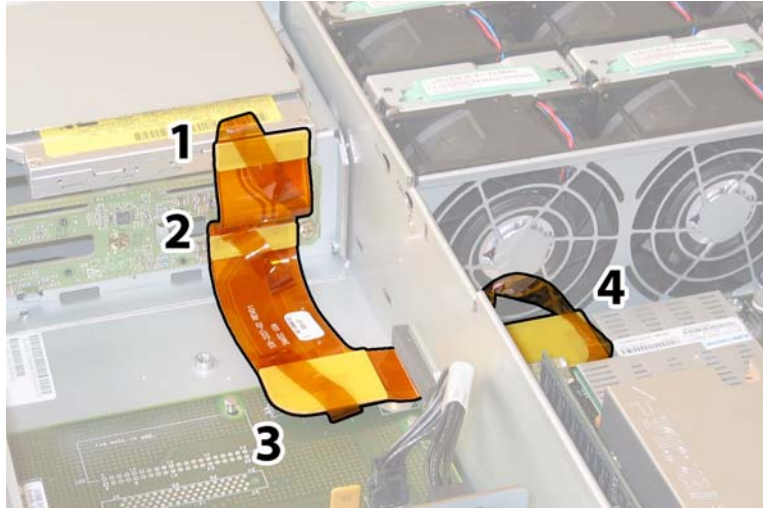

图 4-62 断开软线缆的四个连接器
9. 从以下四个位置断开线缆的四个连接器，从机箱间隔壁上卸下软线缆及其连接泡沫胶垫。请参见图 4-62。